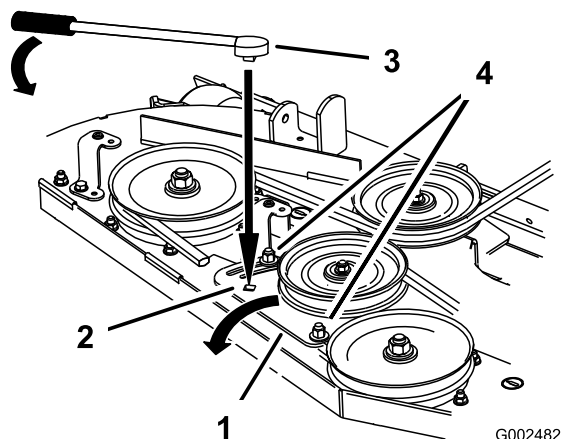

Figura 52
5. Si es necesario realizar un ajuste, afloje la chapa de la polea tensora del cortacésped y ajústela (Figura 52).
6. Introduzca una llave de carraca en el taladro cuadrado de la chapa de la polea tensora del cortacésped para ajustar la tensión (Figura 52).
7. Para aumentar la tensión de la correa, gire la chapa de la polea tensora hasta que note resistencia y la chapa deje de girar. Deténgase cuando deje de girar (Figura 52).
8. Apriete los pernos de la chapa de la polea tensora (Figura 52).
10. Ajuste la tensión de la correa y de la chapa de la polea tensora, si es necesario, y apriete firmemente todos los herrajes (Figura 52).